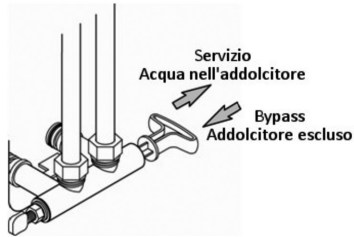

Figura 5 - Funzionamento del bypass
**Attenzione:** Utilizzare le guarnizioni adatte per collegare l'impianto idraulico al bypass. Rispettare l'ingresso (IN) e l'uscita (OUT) come indicato sulla testata della valvola dell'addolcitore. Una volta installato, fare riferimento alla Figura 5 e al paragrafo Regolazione della durezza residua tramite la valvola di bypass a pagina 24 per il funzionamento del bypass.
4. Posizionare il bypass in posizione di servizio (Figura 5) avendo cura di eseguire la manovra delicatamente onde evitare un aumento troppo rapido della pressione nell'addolcitore.